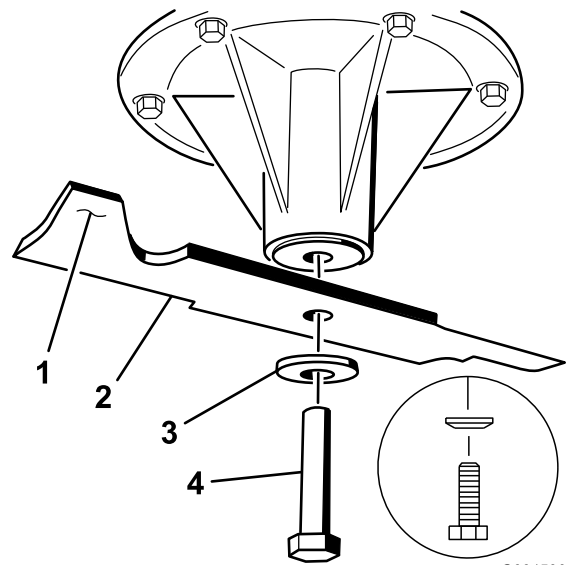

Figura 102
1. Instale las cuchillas izquierda y central, las arandelas curvas y los pernos de las cuchillas en los ejes (Figura 102 y Figura 103).
Nota: Asegúrese de que el cono de la arandela curva esté orientado hacia la cabeza del perno (Figura 102).
2. Instale la cuchilla derecha, la arandela curva y el perno de la cuchilla (perno con rosca a izquierdas) en el eje (Figura 102 y Figura 103).